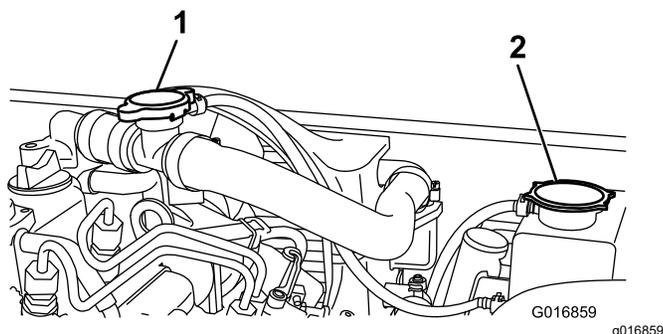

Рисунок 51
2. Снимите крышку расширительного бачка радиатора (Рисунок 51).
2. Снимите крышку заливной горловины (Рисунок 51) и залейте охлаждающую жидкость.
3. Установите крышку заливной горловины и снимите крышку расширительного бачка радиатора (Рисунок 51).